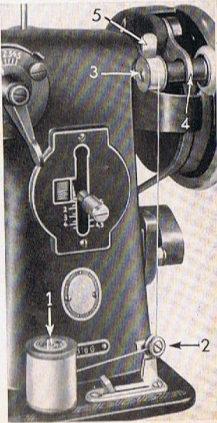

Abb. 12 Das Aufspulen
**Das Aufspulen** (Abb. 12). Das Handrad wird, wie auf Seite 5 beschrieben, ausgelöst. Auf den Stift 1 setze man die Rolle Garn, von der aus man den Faden unter die Spannungsscheibe 2 herum in Spulenhöhe führt.